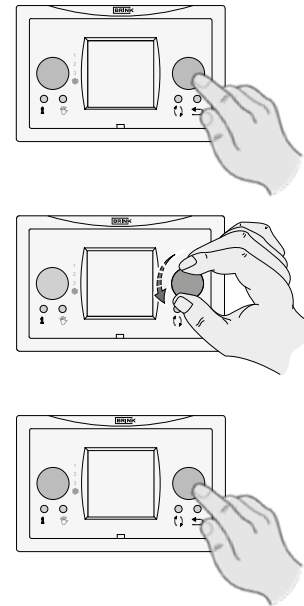

Figuur 4: Parameter CV+WTW activeren bij Renovent Excellent
1. Druk vanuit de bedrijfssituatie op de "MENU" toets (zie figuur 4).